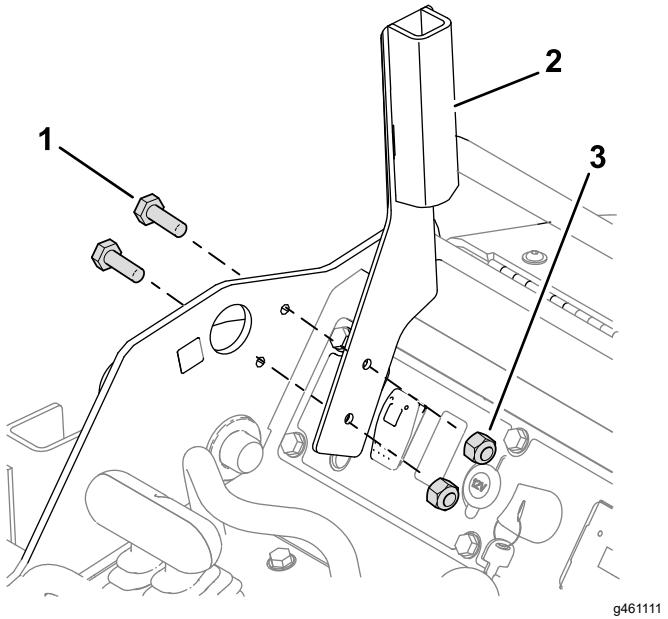
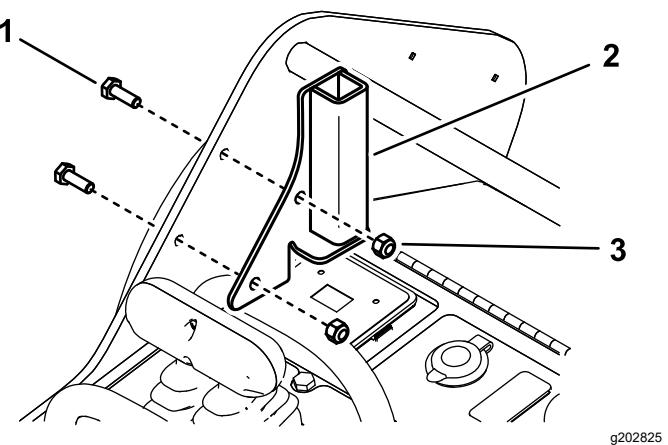

Bild 6
Bild 7
- Befestigen Sie den linken Scheibenbügel mit dem in **2 Auswahl des richtigen Scheibenbügels (Seite 2)** ausgewählten Bügel mit zwei Schrauben ($\frac{1}{4}'' \times \frac{3}{4}''$) und zwei Sicherungsmuttern ($\frac{1}{4}''$) am linken Rahmen, wie in **Bild 6** und **Bild 7** abgebildet.